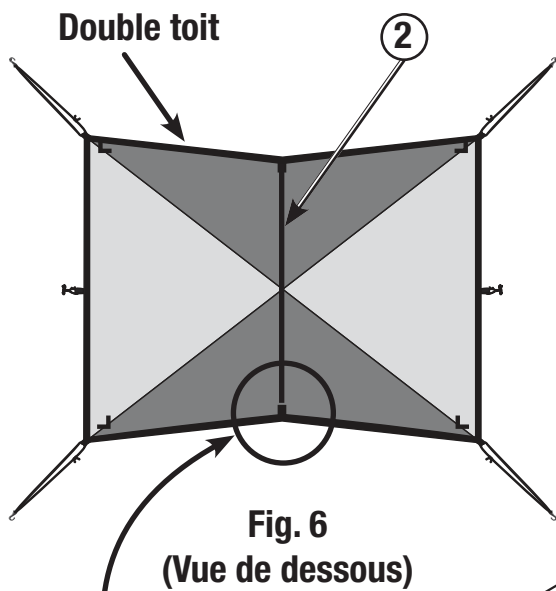

Fig. 6
- Attachez le mât du faite à la face envers du double toit avec les sangles et insérez les bouts du mât dans les poches à cet effet de la face envers du double toit. (Fig. 6 et 7)